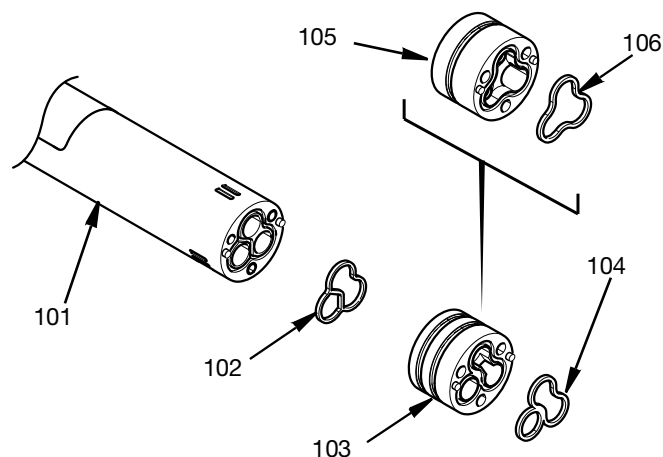

FIG. 28
8. Steek een nieuwe adapterpakking (102) in de gleuf aan de voorzijde van de centrale behuizing (101). Duw de juiste adapter (103/105) op de centrale behuizing terwijl u de gaten van de adapterpennen met de paspennen uitlijnt. Plaats een nieuwe pakking (104) voor twee materiaaladapter (103) of pakking (106) voor één materiaaladapter (105). Zie FIG. 28.